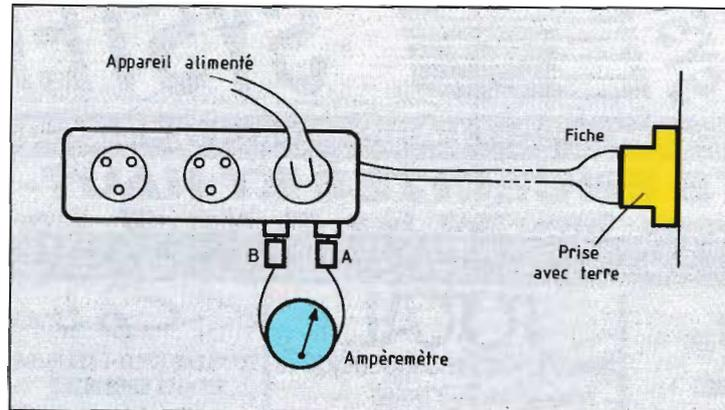

Fig. 9. Utilisation de la boîte de raccordement de la figure 8 pour une mesure d'intensité consommée.
Une fois tout cela monté, on referme la boîte, et le tout est prêt à l'emploi. Ce dernier est fort simple : on connecte un ampèremètre aux douilles (A) et (B) on met, dans une des embases de la boîte, la fiche allant vers l'appareil dont on veut mesurer la consommation, et l'on met la fiche du « prolongateur » dans une prise de courant, comme l'indique la figure 9. On peut alors lire l'intensité.